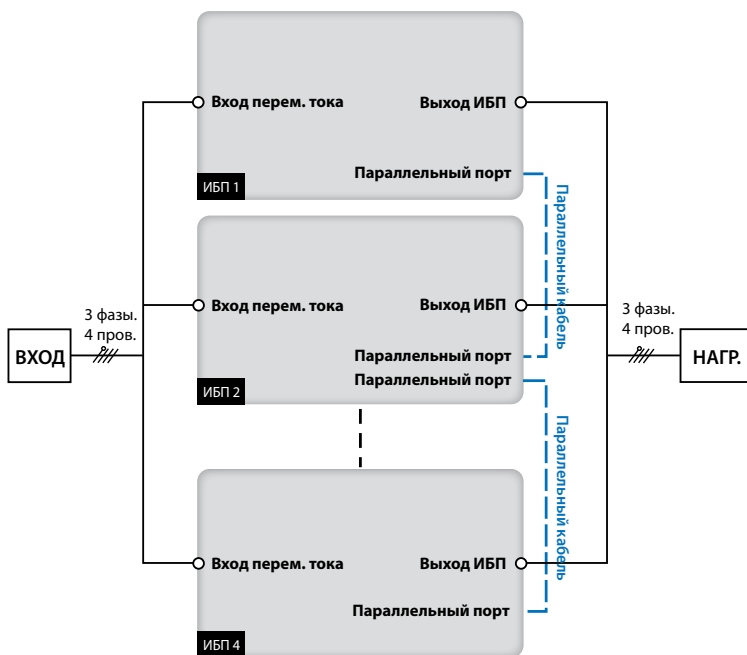

Рис. 5-12. Схема подключения параллельно соединённых ИБП
- 3 Подключите кабели к зажимам сетевого входа, входа байпаса, выхода ИБП и входа питания от батарейного кабинета. См. рис. 5-12.